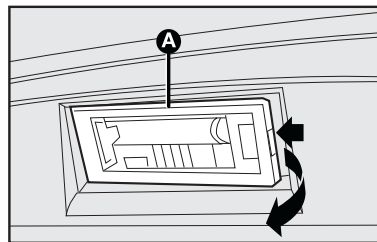

fig. 37
1) Retirar os refletores **A-fig. 37** utilizando uma chave de fenda nos pontos indicados pelas setas **fig. 37**;